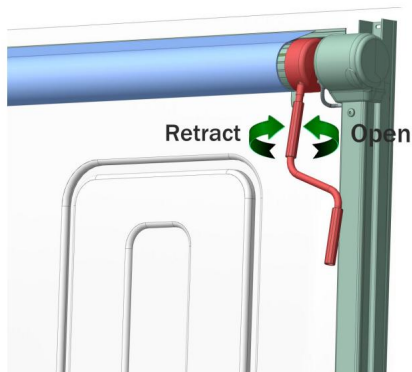

Figura D24
6.1 Il parasole B2E supporta lo spegnimento manuale. In caso di interruzione di corrente o malfunzionamento, la manovella manuale può essere inserita nel foro manuale sul coperchio laterale del motore di scorrimento e la manovella può essere ruotata per ritrarre o rilasciare il parasole. (Figura D24)